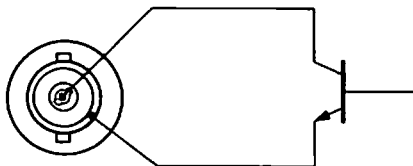

図 12
1) EXT ALARM OUT端子②は、図12のように、オープンコレクタ方式になっています。